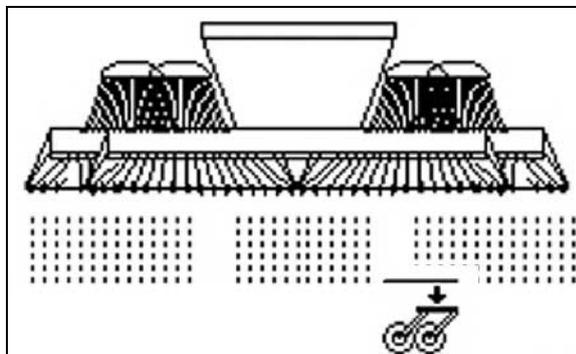

Figura 47
1.  Selezionare la funzione Low-Lift (Figura 47).